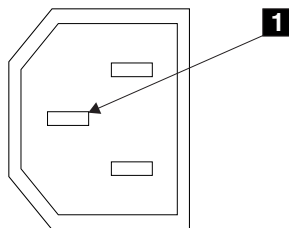

Figura 4. Pino Terra
6. Verifique a continuidade entre a estrutura do SAN Volume Controller e o pino terra de cada conector de energia principal. O pino terra é mostrado como **1** na Figura 4.